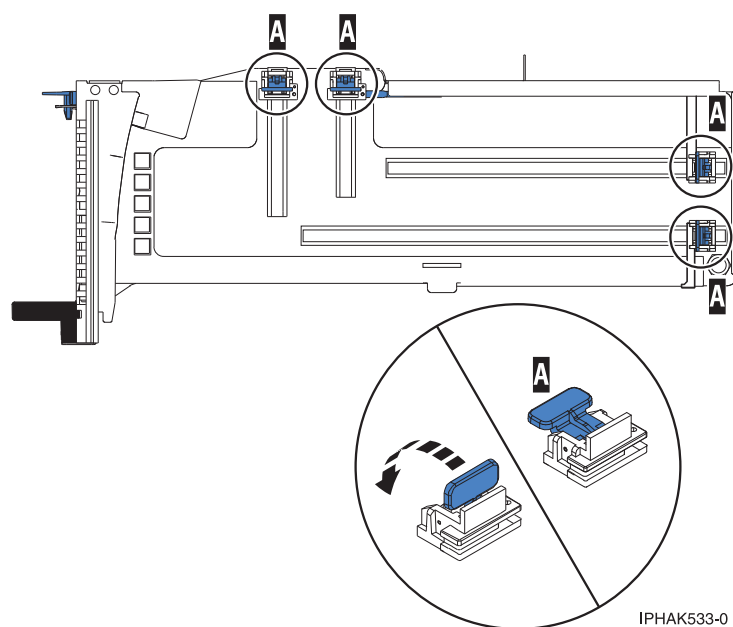

図 22. カセット内のアダプター保持器具
- a. アダプターを収容できるように、すべてのアダプター保持器具がカセットの端に押し出されていることを確認します。 図 22を参照してください。